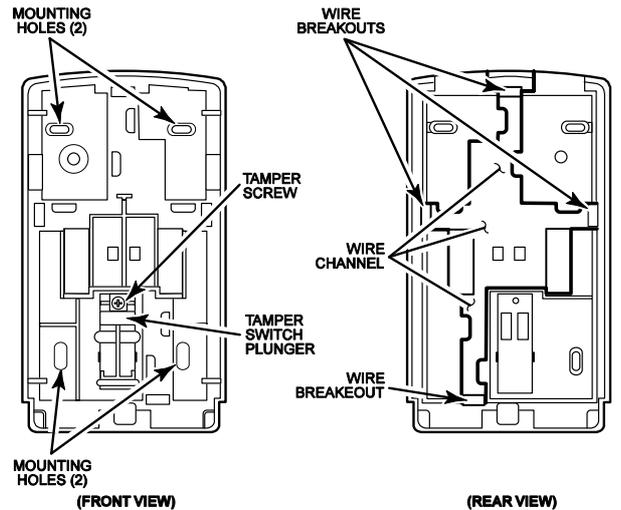

Figura 2 – Montaggio della tastiera
La tastiera può essere installata direttamente a parete. L'interruttore antimanomissione incorporato proteggerà la tastiera da eventuali tentativi di rimozione, per attivare la funzione di antirimozione inserire una vite come in figura 2.
2. Se si utilizza il tamper rimozione, piazzare il fondo della tastiera in una superficie piatta ed inserire la vite attraverso il supporto plastico del tamper rimozione, come indicato in figura 2. Stringere la vite fino alla parte superiore di fissaggio del tamper.